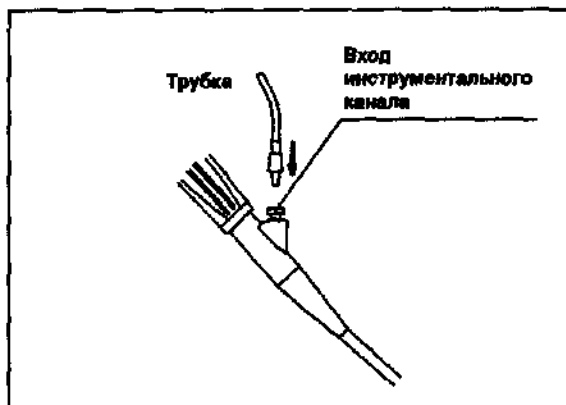

Рис. 3.3
2. Присоедините трубку системы для растяжения полого органа к входу инструментального канала (см. рис. 3.3).